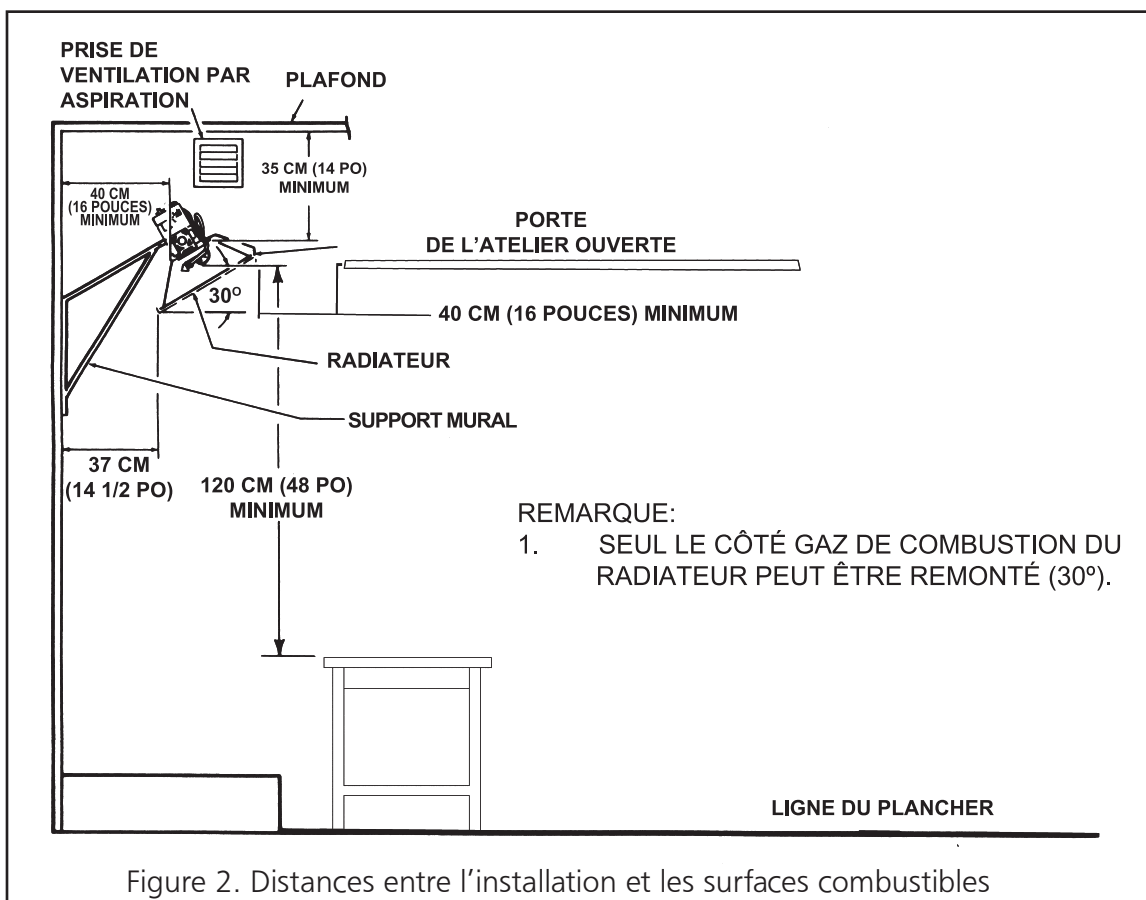

Figure 2. Distances entre l'installation et les surfaces combustibles
- ⚠ AVERTISSEMENT:** Si le radiateur s'éteint, ventiler la pièce avant de le rallumer. Si le radiateur s'éteint continuellement, le faire réparer. Garder le brûleur et la zone de commande propres. Ouvrir la porte pendant cinq minutes. Conserver les écarts indiqués à la figure 2 ou sur la plaque signalétique du radiateur.
**⚠ AVERTISSEMENT:** Respectez les distances indiquées à la figure 2 ou sur la plaque signalétique du radiateur.
- Les distances minimales par rapport aux surfaces combustibles sont illustrées à la figure 2 et dans le tableau 3. Comme il est indiqué à la figure 2, le devant du radiateur est installé à la distance minimale requise des surfaces combustibles et orienté vers l'espace ouvert, et les autres côtés doivent être éloignés d'au moins 40 cm (16 pouces) des surfaces combustibles.